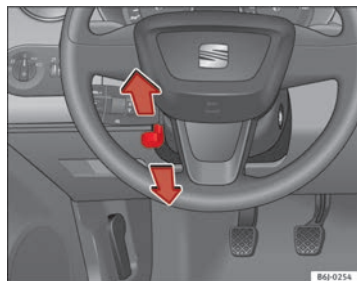

Fig. 97 Ajuste de altura del volante
- Tire hacia abajo de la palanca ⇒ fig. 97 situada debajo de la columna de dirección ⇒ △.
- Ajuste el volante hasta alcanzar la posición deseada ⇒ fig. 97.
- Ajuste el asiento del conductor o el volante de modo que quede una distancia mínima de 25 cm entre el volante y el tórax ⇒ fig. 97. ¡Si no respeta la distancia mínima, el airbag no le protegerá adecuadamente y corre peligro de muerte!